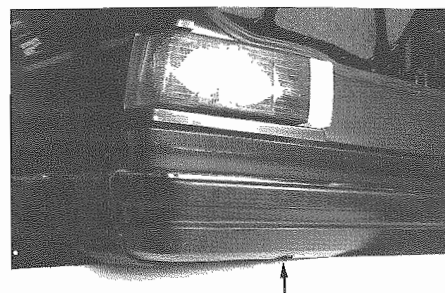

Fig. 9 - Vite di fissaggio
- Allentare ed estrarre le viti di fissaggio (2) (**Fig. 9**) e smontare il paraurti.
- Loosen and take out fixing screws (2) (**Fig. 9**) and remove bumper.